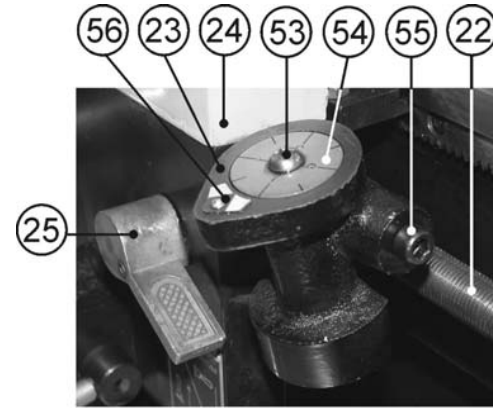
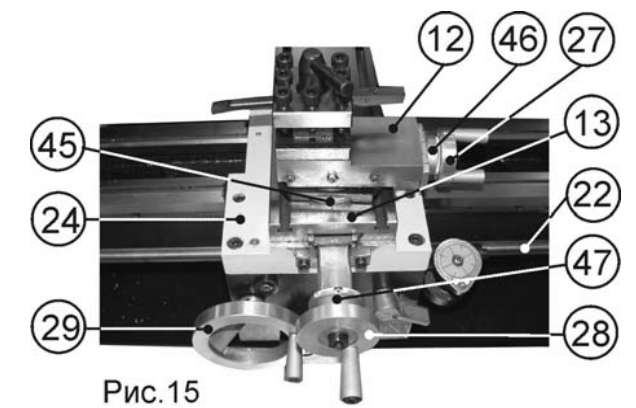

Рис. 20
Рис. 15
10.8. Индикатор нарезания резьбы (Рис.20)
10.8.6. Маховиком подачи поперечного суппорта (28), Рис. 2, установите глубину резания, не превышая 0,2 мм за один проход. Опустите вниз ручку (25) управления разъемной гайкой ходового винта и начните нарезание резьбы, Рис.20.
10.8.7. По мере приближения резца к концу резьбы отведите резец, используя маховик подачи поперечного суппорта (28), Рис. 15. Поднимите вверх ручку (25) управления разъемной гайкой ходового винта, Рис.20. Вращая маховик ручной подачи каретки (29), Рис.15, отведите каретку назад к началу нарезания резьбы. Наблюдайте за вращающимся диском (54) индикатора (23) нарезания резьбы. По мере совмещения метки (56) на корпусе индикатора (23) нарезания резьбы с ранее выбранного вами по таблице 5 числа индикаторного диска (54), резко опустите вниз ручку (25) управления разъемной гайкой ходового винта (начните нарезание резьбы). Повторяйте цикл нарезания резьбы до окончательных размеров.
10.3. Точение (Рис. 15)
10.3.1. Установка и подача резца в продольном направлении станины (20), Рис.2, производится вращением маховика ручной подачи каретки (29), Рис. 15.
10.3.2. Точная установка и подача резца в продольном направлении производится маховиком (27) подачи поворотного суппорта (12), установленного параллельно ходовому винту (22) подачи каретки, что соответствует совмещению метки на поперечном суппорте (13) и нулевой отметке шкалы (45) поворотного суппорта (12), Рис.15.
10.3.3. Расстояние прохождения резца контролируется по шкале лимба (46), (1 деление = 0,025мм), Рис. 15.
10.3.4. Установка и подача резца в поперечном направлении (установка глубины точения, торцевое точение) производится вращением маховика подачи поперечного суппорта (28), Рис. 15.
(1 деление лимба=0.025мм.), Рис. 15.
10.3.9. Обнуление лимбов (46,47) поперечного и поворотного суппортов производится вращением от руки соответствующего лимба до совмещения риска нулевых отметок, Рис.15.
10.7.8. По мере приближения резца к концу нарезаемой резьбы, отведите резец (35), используя маховик подачи поперечного суппорта (28) (п.10.3, Рис.15), а ручкой переключения направления автоматической подачи (1) измените направление подачи, Рис.18.